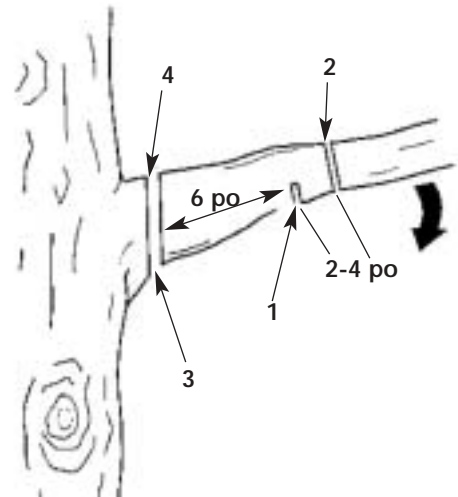

Fig. 7
1. Faire la première coupe à 6 pouces du tronc du dessous de la branche. Utiliser le haut du guide-chaîne pour cette coupe. Couper 1/3 du diamètre de la branche (Fig. 7).